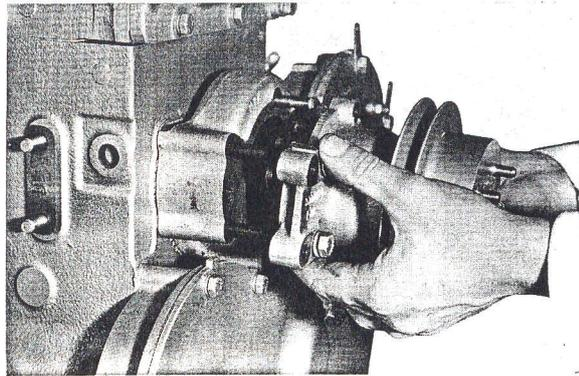

Fig. R5 — Dépose du corps avant de pompe à eau.
4. Déposer la pompe à eau (fig. R5, R6 ou R7).